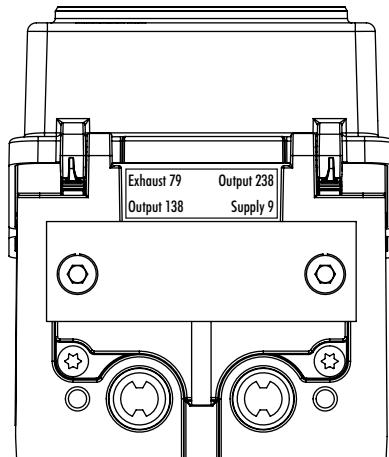

Рис. 5-32: Выход 238 и воздушник 79 закрыты заглушкой
- ➔ Закройте выход 238 и вентиляционное отверстие 79 заглушкой (см. Рис. 5-32), если используется только один пневматический выход.
Пневматический привод простого действия управляется через выход 138. Для этого закрываются выходы 238 и 79 (см. Рис. 5-32). Расход воздуха можно увеличить вдвое, используя два пневматических модуля.
Для этого закрываются выходы 238 и 79 (см. Рис. 5-32). При срабатывании функции блокировки пневматический выход позионера закрывается, а привод удерживается в текущем положении.